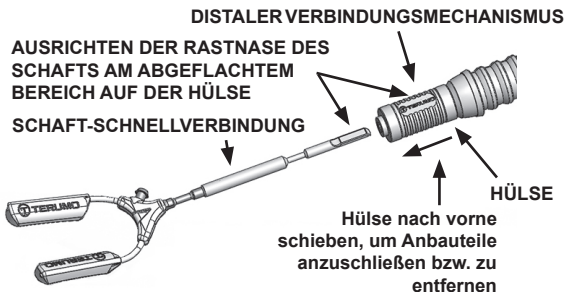

Abbildung 4 – Befestigung des Zubehörteils am Hercules™ 3-Universal-Stabilisatorarm (Produktreferenz T401161)
- a. Für die Verbindung einer Standard-SCHAFT-SCHNELLVERBINDUNG schieben Sie die Hülse des Hercules-Universal-Stabilisatorarms nach vorne, und führen Sie den Schaft des Anbauteils in die Schnellverbindung ein. Dabei zeigt die Rastnase am Schaft (des Anbauteils) in Richtung des abgeflachten Bereichs mit dem Logo auf der Hülse des Hercules-Universal-Stabilisatorarms (siehe Abbildung 4). Schieben Sie die Hülse in ihre Ausgangsposition zurück, um das Anbauteil in der Schnellverbindung zu sichern. Überprüfen Sie, ob beide Teile fest miteinander verbunden sind.